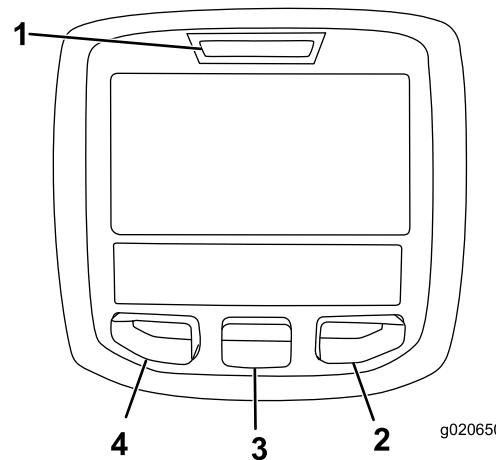

**Figure 18**
1. Lorsque le moteur tourne, repoussez la commande de levage du tablier de coupe en arrière jusqu'à ce que l'unité de coupe soit complètement levée, puis **relâchez immédiatement** la commande comme montré à la Figure 18.
2. Tournez la goupille de hauteur de coupe jusqu'à ce que la saillie soit en face des fentes dans les trous du support de hauteur de coupe et déposez-la (Figure 18).
3. Placez la goupille dans le trou du support correspondant à la hauteur de coupe voulue et tournez-la pour la verrouiller en place (Figure 18).
**Remarque:** Il y a 4 rangées de trous (Figure 18). La première rangée donne la hauteur de coupe indiquée au-dessus de la goupille. La deuxième rangée donne la hauteur indiquée plus 6 mm ( $\frac{1}{4}$  po). La troisième rangée donne la hauteur indiquée plus 12 mm ( $\frac{1}{2}$  po). La dernière rangée donne la hauteur indiquée plus 18 mm ( $\frac{3}{4}$  po). Un seul trou, situé dans la deuxième rangée, correspond à la hauteur de 15,8 cm (6 po). Il n'ajoute pas 6 mm (0,25 po) à la hauteur de 15,8 cm (6 po).